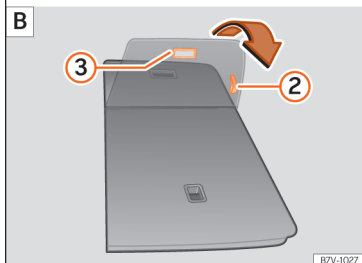

Abb. 144 Dritte Sitzreihe: Rückbank in Ladebodenposition klappen **A** und zurückklappen **B**.
- Gegebenenfalls Hebel »» **Abb. 144** **2** ziehen, um den Rückbank in Längsrichtung in die gewünschte Position zu verschieben.
- Hebel »» **Abb. 144** **1** nach oben ziehen und Rückbanklehne nach vorn klappen. Der komplette Rückbank klappt nach vorn »» **!** und auch die Sitzfläche schwenkt selbsttätig nach vorn.
- Schlaufe »» Abb. 144 ② ziehen, um die Sitzabdeckung zurückzuklappen.
- Ziehen Sie am Haltegriff »» Abb. 144 ③. Der komplette Rücksitz klappt nach hinten.